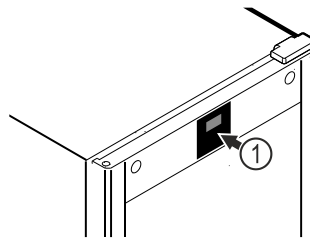

Fig. 51 Примерно изображение
Термометърът вече е фабрично калибриран (изместване от +6 Kelvin). Ако вътрешната температура се различава от температурната индикация Fig. 51 (1), можете да калибрирате термометъра.